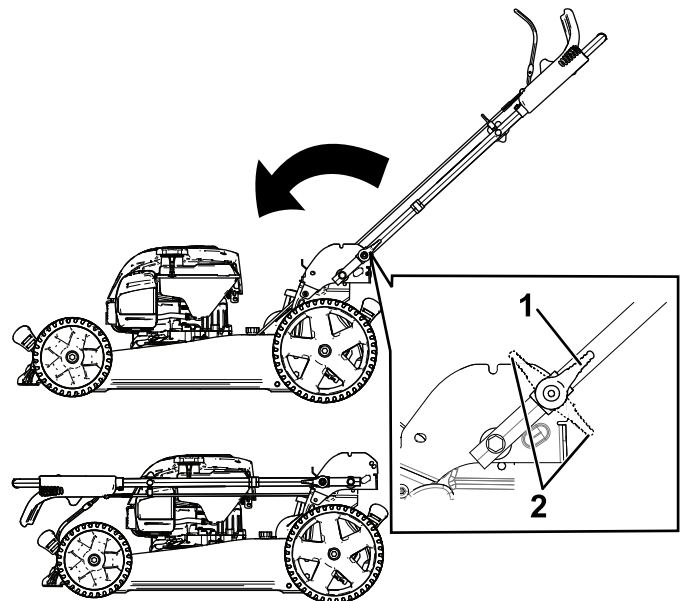

Figura 22
3. Desengate as travas da alça (Figura 22).
4. Dobre a alça totalmente para frente (Figura 22).